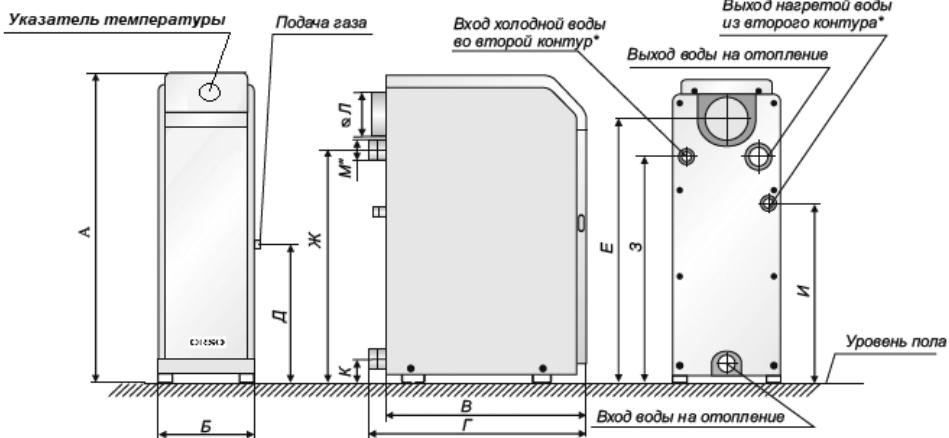
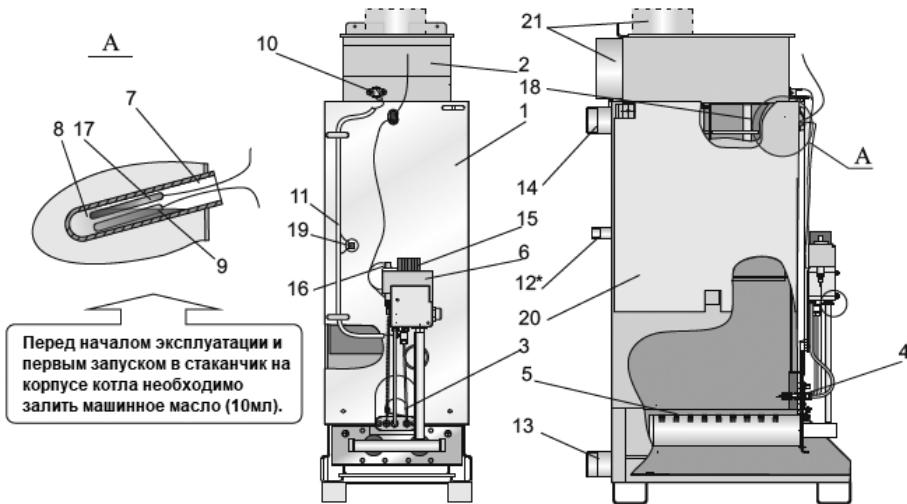

Рис. 1. Общий вид котла «DAKOR»
Рис. 2. Схема конструкции котла «DAKOR»
5.1. Котёл (рис.1) выполнен в виде напольного шкафа прямоугольной формы, лицевая сторона которого закрыта дверкой, обеспечивающей доступ для запуска котла и управления его работой.
Котёл состоит из следующих основных частей: корпуса котла (поз.1 рис.2), который состоит из топки и теплообменника. В теплообменнике котла установлены турбулизаторы (поз. 18) для наибольшего отбора тепла при сжигании природного газа и передачи его теплоносителю; газохода (поз. 2); горелок: основной (поз.5) и запальной (поз.4); автоматики безопасности с газовым клапаном (поз.6); патрубков подвода (поз.13) и отвода теплоносителя (поз.14). В котлах с встроенным водонагревателем предусмотрены присоединительные патрубки (поз.12). На лицевой части корпуса котла расположено смотровое окно (поз.3) для контроля за розжигом и работой котла. В стаканчик (поз.7) установлен баллон указателя температуры (поз.17) и термобаллон (поз.9) газового клапана, служащий для управления его работой. Термостат (датчик тяги) (поз.10) служит для обеспечения его безопасной работы. Для наиболее полного отбора тепла снаружи корпус котла покрыт теплоизоляцией и декоративным стальным кожухом, покрытым порошковой эмалью. В верхней части кожуха котла установлен указатель температуры для контроля температуры воды в кotle, (рис. 1).
- 6.8. При установке котла в систему отопления с открытым расширительным сосудом установка датчика перегрева (п.19, рис.2) не требуется, при условии, что отказ термостата управления не вызывает опасную ситуацию для пользователя или повреждение котла (ГОСТ Р 51733-2001).
Перед началом работы автоматики и запуском котла необходимо проверить наличие машинного масла в стакане корпуса котла(поз.7 рис.2)!!!
Для включения основной газовой горелки плавно поверните рукоятку управления против часовой стрелки до положения 1...7 (рис.7 б). Максимальная температура теплоносителя соответствует цифре 7 на рукоятке управления. Температуру контролируйте по указателю температуры (рис.1), регулировку температуры теплоносителя (воды) осуществляет термостат газового клапана через термобаллон поз.9, рис.2, вставленный в стаканчик корпуса котла поз.7, рис.2.